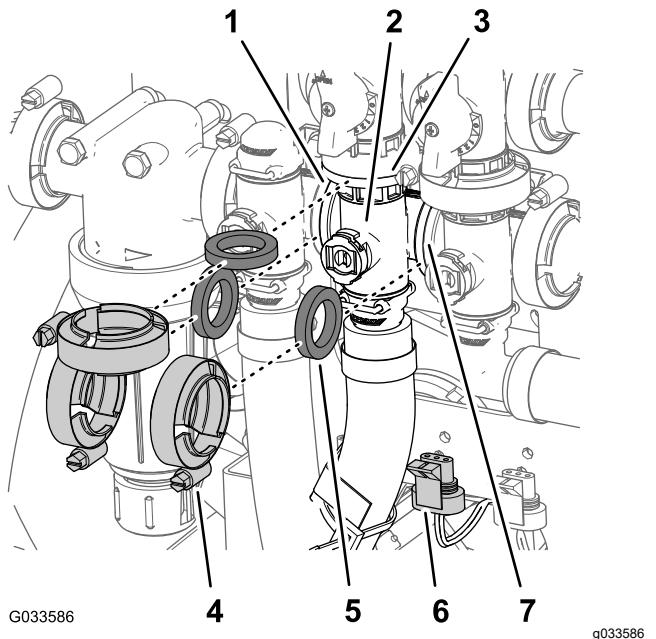

Figure 115
1. Déposez les 2 colliers à bride et les 3 joints qui fixent le collecteur de la vanne d'agitation (Figure 115) à la vanne de dérivation d'agitation, au régulateur de débit et à la vanne générale des rampes.